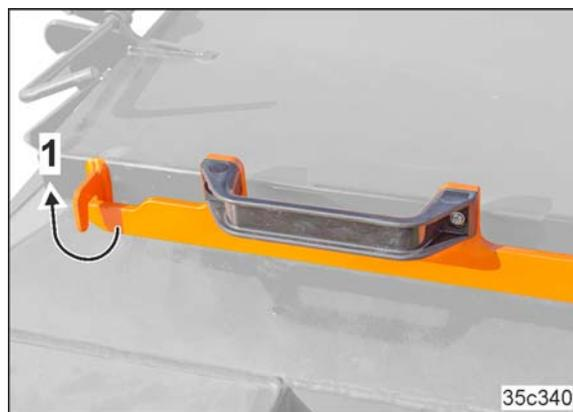

Fig. 223
2. Hebel entriegeln (Fig. 223/1)